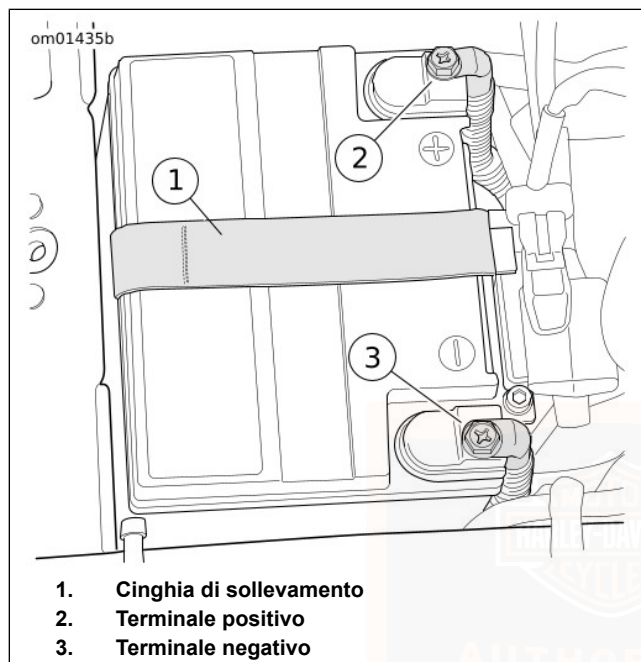

Figura 91. Vano della batteria
10. Vedere Figura 91 . Scollegare entrambi i cavi della batteria iniziando dal cavo negativo.
3. Vedere Figura 91 . Collocare la batteria nel relativo vassoio, con il lato dei terminali in avanti.